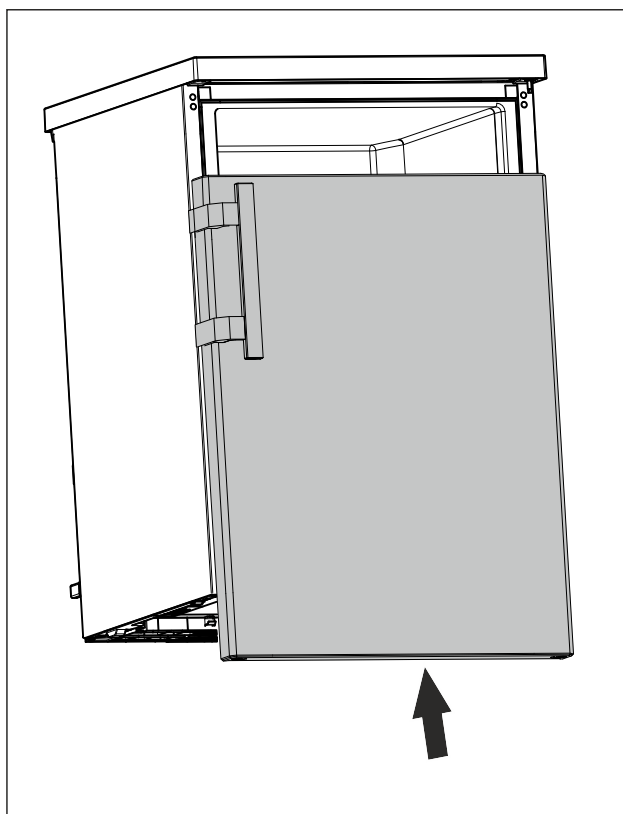

Fig. 19
- Zamknięte drzwi nasunąć na górny sworznię. (patrz Fig. 19)